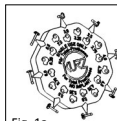
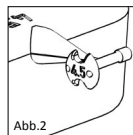

Fig. 1a
Abb. 2
■ **Fig. 1a, 1b** El Sizer Disk (Fig. 1a, 1b) para prótesis totales posee ocho calibradores (Sizer) individuales de diferente longitud (3.0-7.0 mm) dispuestos perimetralmente. En el reverso de cada calibrador se indica la correspondiente longitud (Fig. 2). Las muescas y orificios sirven para reducir el peso y mejorar la visión durante la medición en el oído medio.